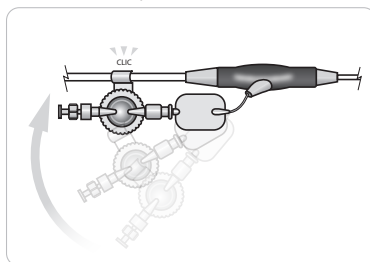

Figura 5.5
6. Innestare la clip di spurgo (collocata sul serbatoio a pressione del braccio laterale trasparente) nel cavo di collegamento come mostrato nella Figura 5.5. **Nota:** far scattare la clip in plastica del serbatoio di pressione sul cavo di collegamento è importante per evitare l'attorcigliamento del tubo.